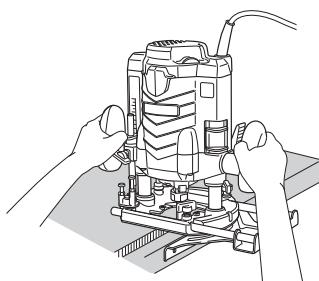

Fig. 13
- ① Insérez la barre de guidage dans le trou de la base, réglez la distance entre le couteau et la surface du guide, puis serrez fermement le boulon papillon (A) (accessoires standard).
- ② Comme indiqué sur la Fig. 13, fixer solidement le fond du socle sur la surface traitée du matériau. Faire avancer la détouruse tout en maintenant le plan du guide sur la surface du matériau.